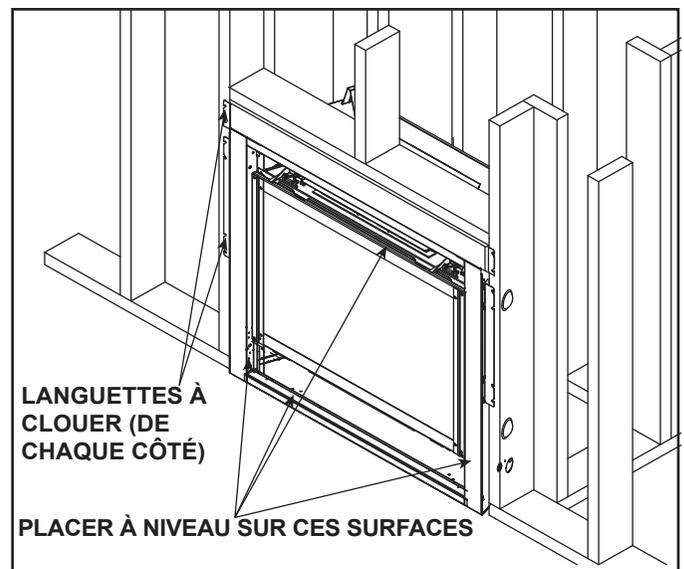

Figure 6.18 Positionnement et fixation adéquate de l'appareil
Le schéma illustre comment positionner et fixer solidement l'appareil. Voir la figure 6.18. Les languettes à clouer permettent de fixer l'appareil aux éléments de la charpente.
- Placez un niveau sur le dessus, les côtés et le bas, comme il est indiqué à la figure 6.18.